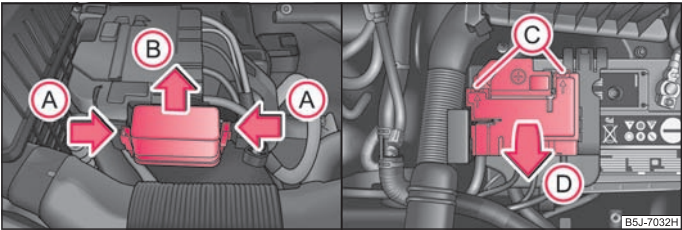

Fig. 163 Bateria: Capacul suportului de siguranțe
- Concomitent apăsați elementele de fixare ale capacului suportului de siguranțe în sensul indicat de săgeata (A) ⇒ fig. 163 și împingeți afară capacul, în sensul indicat de săgeata (B).
- Deblocați cu o șurubelniță plană elementele de susținere în deschiderile (C) și rabatați în sus capacul, în sensul săgeții (D).